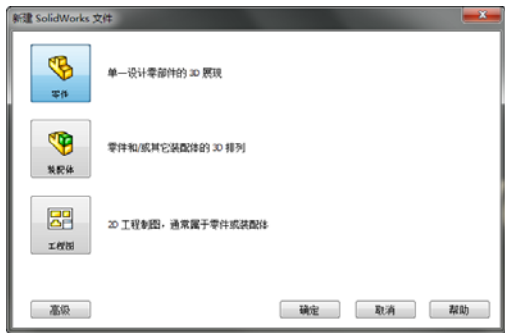

图 1-39 [新建 SolidWorks 文件]对话框的新手界面
①单击 SolidWorks 的主窗口中的 [新建文件] 按钮，也可以单击标准工具栏上的新建按钮，或者选择 [文件] | [新建] 命令。
②在出现的 [新建 SolidWorks 文件] 对话框中单击 [零件] 图标，如图 1-39 所示。建立一个新的零件文件。